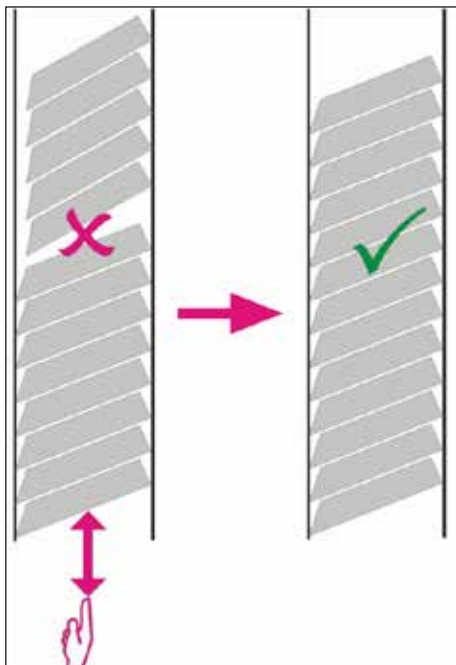

Fig. 29
- ✓ Kassetterne bør nu ligge korrekt i magasinet (→ "Fig. 29").
- Hvis der anvendes tapede kassetter, skal det kontrolleres, at den stabel, der lige er isat, flugter perfekt med de tidligere isatte kassetter (→ "Fig. 29").